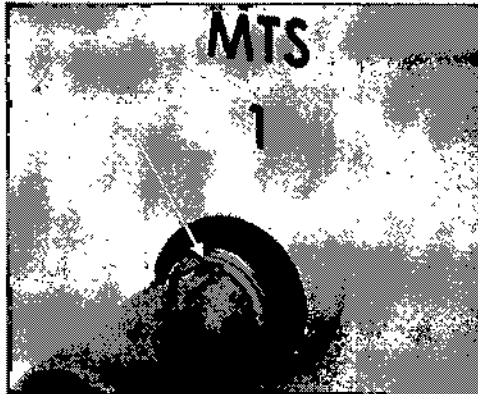

Figura 11. Conexión de MTS
7. Si va a utilizar los Multi-Point Thermal Sensors (MTS), prepare el número de sensores deseado para la prueba. El Sistema de Criablación Visual-ICE admite el uso de cuatro sensores térmicos. Conecte cada uno de ellos a un puerto de conexión de MTS; para ello, empuje para introducir el conector en el puerto. Asegúrese de que la lengüeta rectangular del conector del MTS queda alineada con la ranura de la parte superior del puerto de conexión para que el MTS quede introducido correctamente (Figura 11).